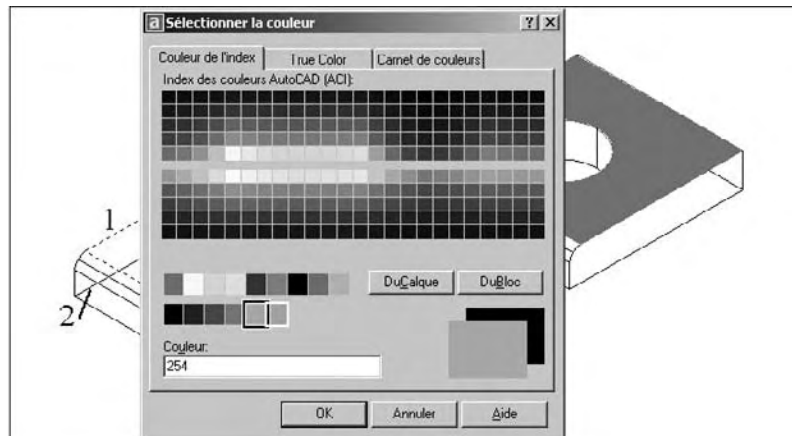

Fig.7.14
**Pour changer la couleur d'une face sur un solide 3D, la procédure est la suivante (fig. 7.14) :**